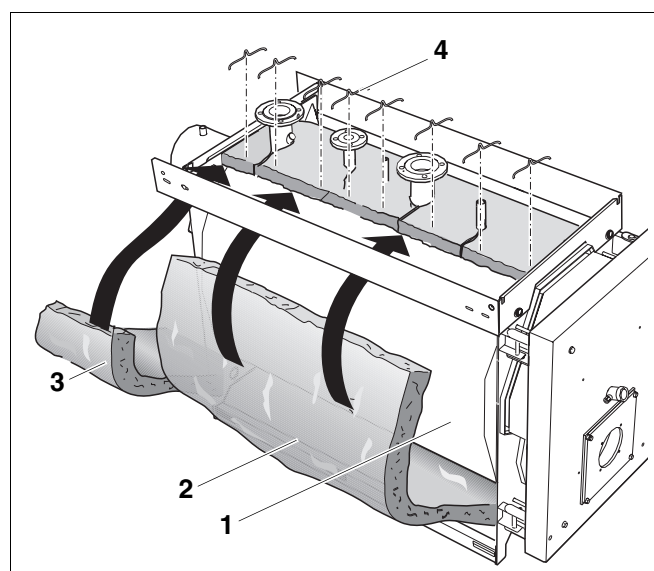

Рис. 20 Установка теплоизоляции корпуса котла, состоящей из двух элементов
Теплоизоляция котлов Logano S635 мощностью более 490 кВт состоит из двух элементов (рис. 20).
Больший элемент теплоизоляции (рис. 20, поз. 2) нужно наложить на переднюю стенку, а меньший (рис. 20, поз. 3) - на заднюю стенку котла.
- Монтаж большего и меньшего элементов теплоизоляции корпуса котла (рис. 20, поз. 2 и 3) проходит аналогично описанному выше в главе 8.6.1 "Монтаж теплоизоляции корпуса котла Logano S635 мощностью от 230 кВт до 420 кВт".